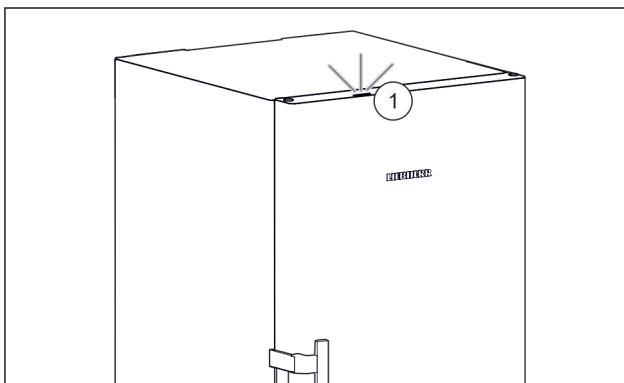

Fig. 36 Активна светлина за състояние при затворена врата
- ▷ Светлината за състояние Fig. 36 (1) е активирана.